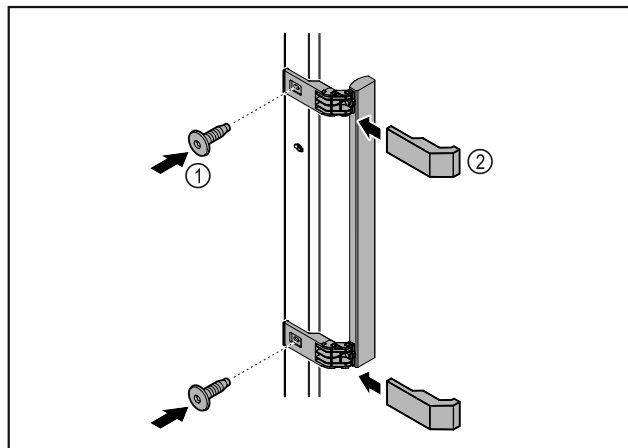

Fig. 7
- ▶ Montera handtaget från tillbehörspaketet på dörren med de skruvar Fig. 7 (1) som medföljer.
- ▶ Sätt på skyddet Fig. 7 (2).